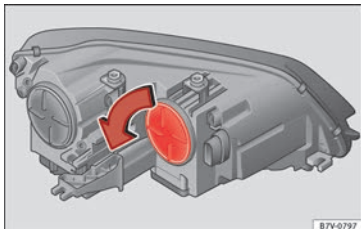

Abb. 106 Im Motorraum: Blinkerabdeckung.
2.	Abdeckung » Abb. 106 in Pfeilrichtung drehen und abziehen.
7.	Abdeckung » Abb. 106 entgegen der Pfeilrichtung bis zum Anschlag drehen.